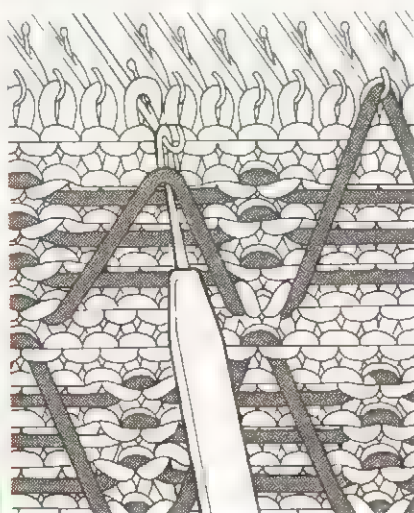
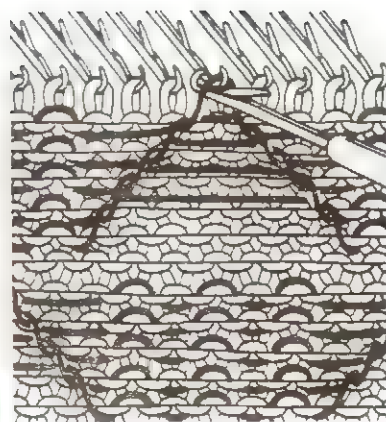

рис. 14
рис. 15
**Вивинг с поднятием протяжек (мережковый)** – смешанный вариант классического и ручного вивинга, где протяжки образуются с помощью перфокарты, а рисунок – поднятием полученных протяжек, обозначенных на схемах. Протяжки можно поднимать разными способами в разных направлениях. На рис. 14 показан вариант поднятия протяжек деккером, на рис. 15 – петлеуловителем.